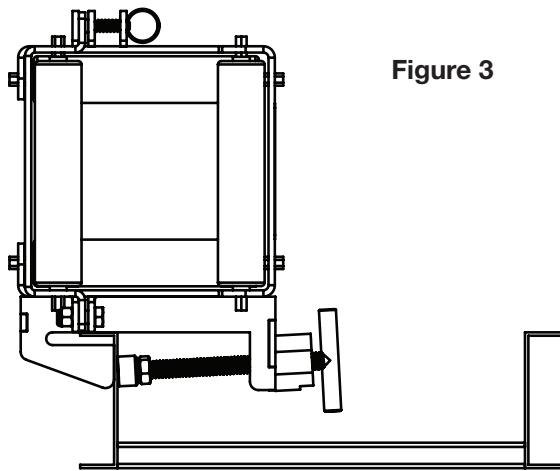

Figure 3
- Le galet peut également être monté dans une orientation en miroir, comme illustré à la Figure 3.